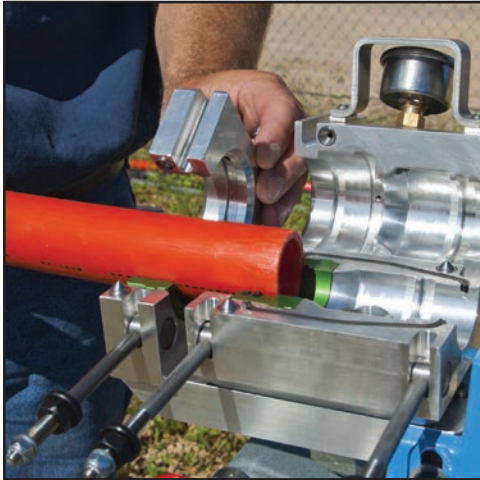

Figure 24. Placement of Conduit in Conduit Seal & Conduit Clamp
6. Place conduit in the Conduit Seal and Conduit Clamp. Note placement up to ridge on Conduit Seal (Figure 24).